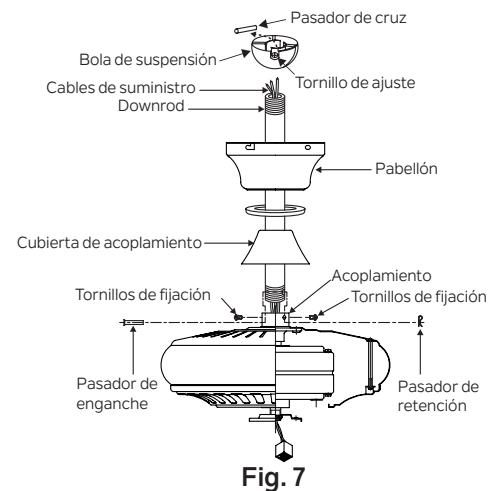

Fig. 7
Paso 1. Retire la bola de suspensión del conjunto de la varilla aflojando aflojando el tornillo de fijación, retirando el pasador transversal y deslizando la bola fuera de la varilla. (Fig.7)
Paso 2. Afloje los dos tornillos de fijación y retire el pasador de enganche y el clip de retención del acoplamiento en la parte superior del conjunto del motor. (Fig. 7)
Luego, reemplace el pasador de enganche y el clip de retención. Apriete ambos tornillos de fijación. (Fig. 7)
Enrosque la bola de suspensión en la varilla, inserte el pasador transversal a través de la varilla y apriete. Ahora apriete el tornillo de fijación. (Fig. 7)